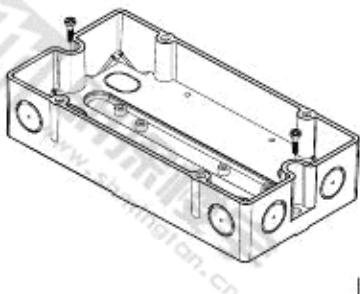

图 4
3. 使用两颗螺钉（M4）将其固定在平整表面（图 4）。安装孔距离： $182.0 \pm 1.0\text{mm}$ 。